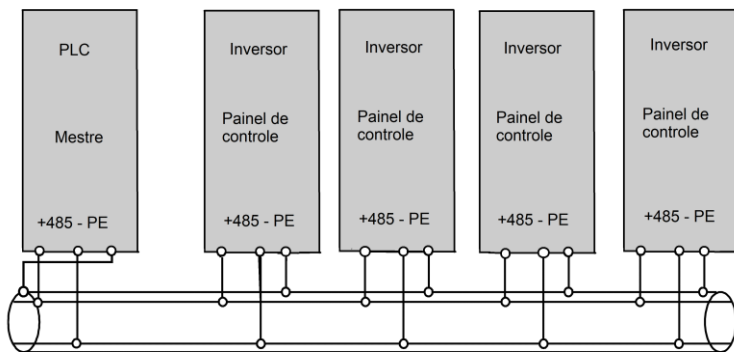
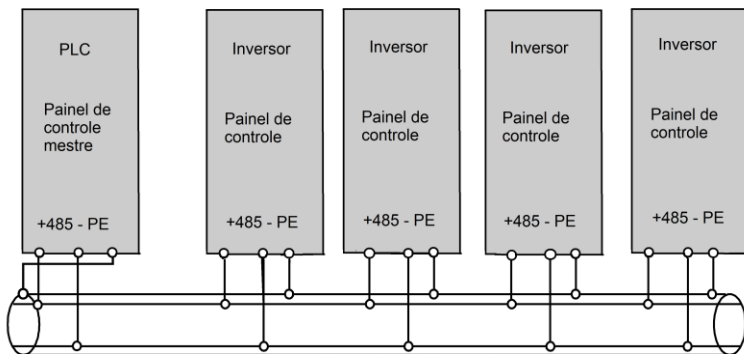

Fig. 3-12 Diagrama de ligação PC/CLP –inversores (escravos)
Fig. 3-13 Diagrama de ligação inversor Mestre – inversores (escravos)
(3) Varios inversores podem ser controlados por um PC/CLP conforme diagrama de ligação abaixo Fig.3-12. Um inversor pode ser o “mestre” de outros inversores conforme a Fig.3-13